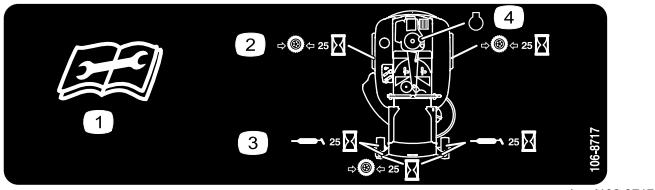

Figura 28
3. Limpie con un trapo los puntos de engrase (Figura 27 y Figura 28). Asegúrese de rascar cualquier pintura que hubiera sobre los puntos de engrase.
4. Conecte una pistola de engrasar a cada punto de engrase (Figura 27 y Figura 28). Bombee grasa hasta que empiece a rezumar grasa de los cojinetes.